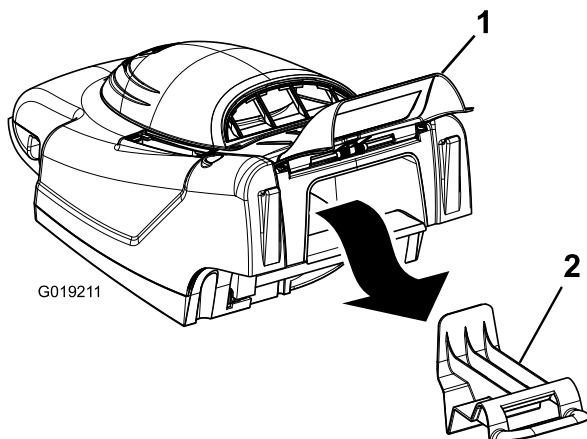

Bild 14
1. Heben Sie die Heckklappe an und nehmen Sie den Mulchverschluss ab (Bild 14).